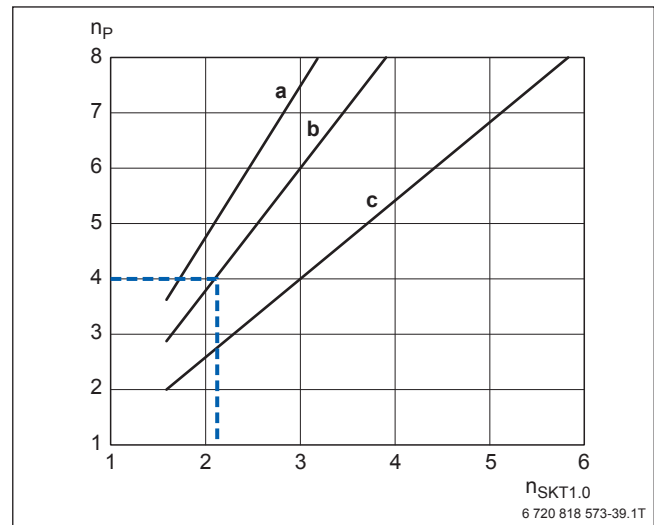
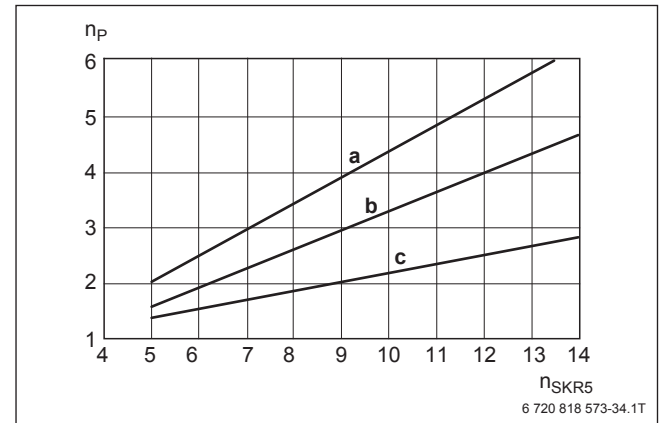

Bild 134 Diagramm zur überschlägigen Bestimmung der Kollektoranzahl Logasol SKT1.0 zur Warmwasserbereitung (Beispiel hervorgehoben)
Bild 137 Diagramm zur überschlägigen Bestimmung der Röhrenanzahl Logasol SKR5 zur Warmwasserbereitung
Die Diagramme in Bild 134 ... Bild 137, Seite 118 basieren auf einer Beispielrechnung mit folgenden Anlagenparametern:
Bei Bestimmung der Kollektor- oder Röhrenanzahl nach den Diagrammen in Bild 134 ... Bild 137, Seite 118 ergibt sich eine solare Deckungsrate von ca. 60 %.
- Nach Diagramm in Bild 134, Kurve b, sind 2 Flachkollektoren Logasol SKT1.0 erforderlich.
- 1,6 Kollektoren Logasol SKT1.0 (→ Bild 134, Seite 118)